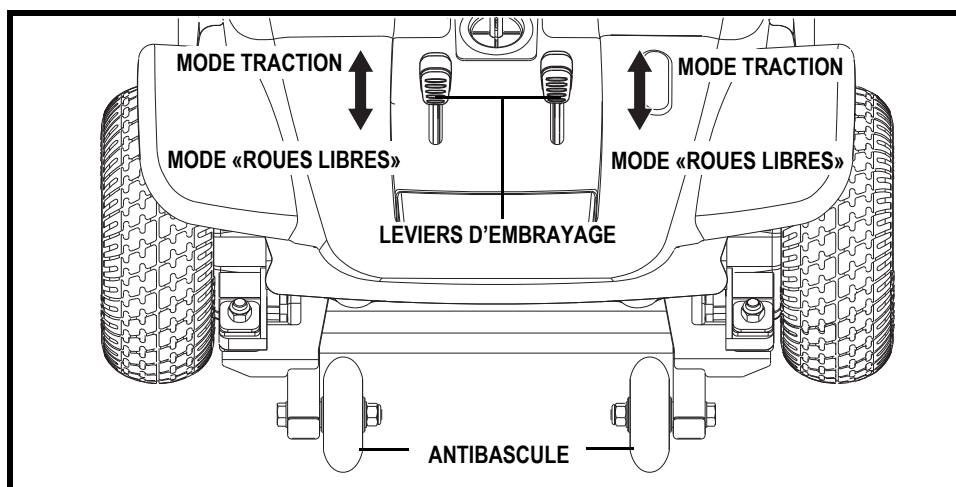

Figure 7. Arrière de la base motorisée
1. Trouvez les leviers sur la section arrière de la base motorisée. Voir la figure 7.
Les roulettes antibascule font partie intégrante du fauteuil et sont une composante de sécurité importante de votre Go-Chair. Elles sont boulonnées à la partie arrière de la structure du fauteuil. Voir la figure 7.